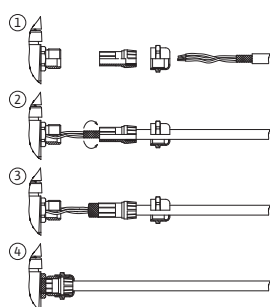

Fig. 25: Plašč
Plašč se s kabelskim skoznjikom priključi na elektronski modul. Glejte Fig. 25.
Kabli digitalnih vhodov, analognih vhodov in komunikacije po vodilu morajo biti zaščiteni prek kovinske kabelske uvodnice kabelskih skoznjikov (Fig. 19, poz. 4, 5 in 6). Zaščitni zaslon glejte Fig. 25.
1. Kavlje (Fig. 25) previdno odprite z orodjem (npr. izvijačem).